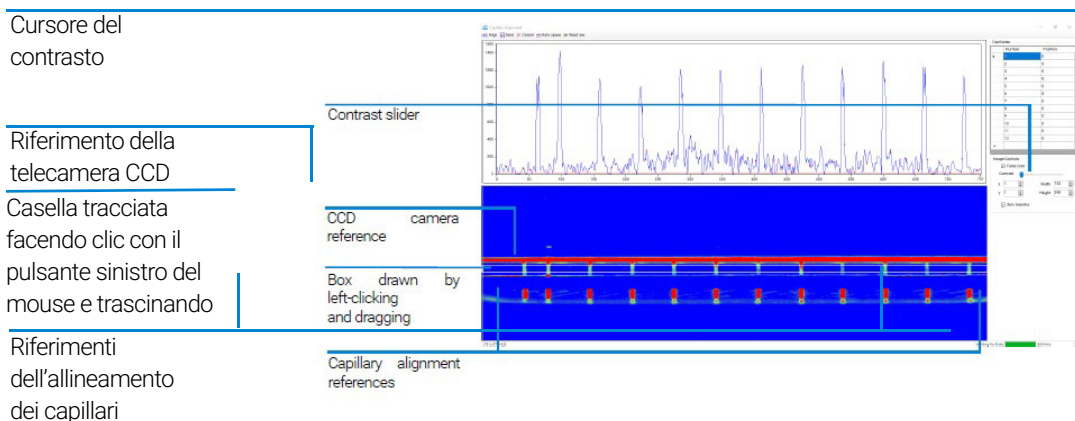

Figura 25 Visualizzazione dell'allineamento dei capillari – reimpostazione della finestra
- 3 Regolare la barra di scorrimento del contrasto verso sinistra per aumentare la luminosità del display (**Figura 25**).
- Tracciare una casella intorno all'area di visualizzazione del capillary array. Fare clic con il pulsante sinistro del mouse sull'area adeguata e trascinarla (Figura 25).